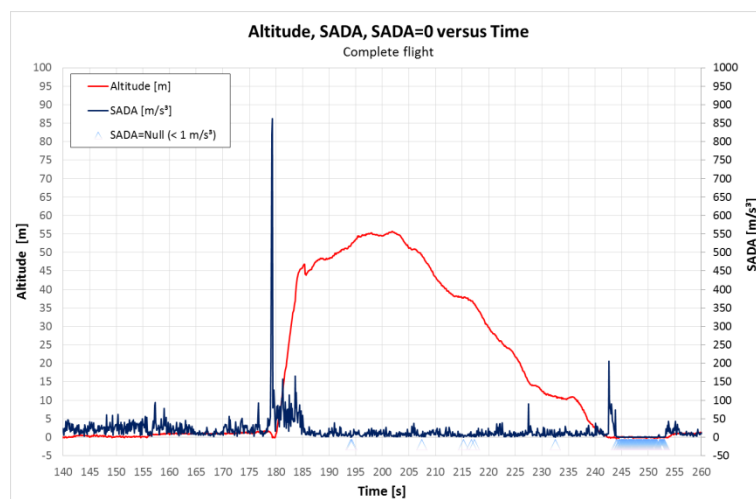
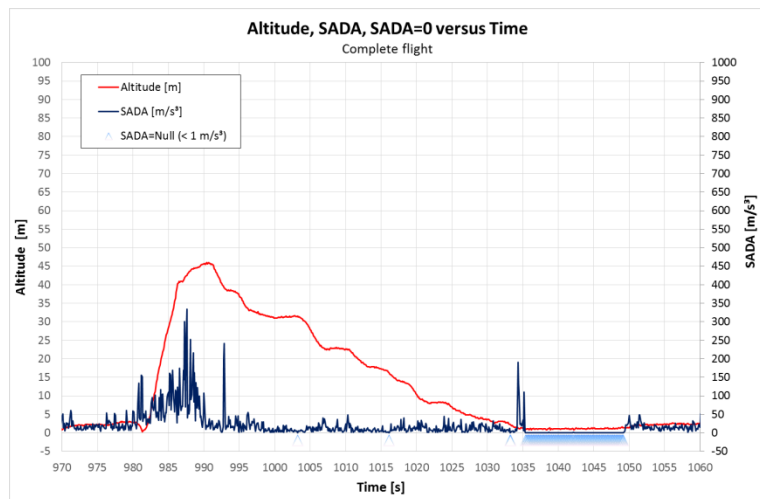
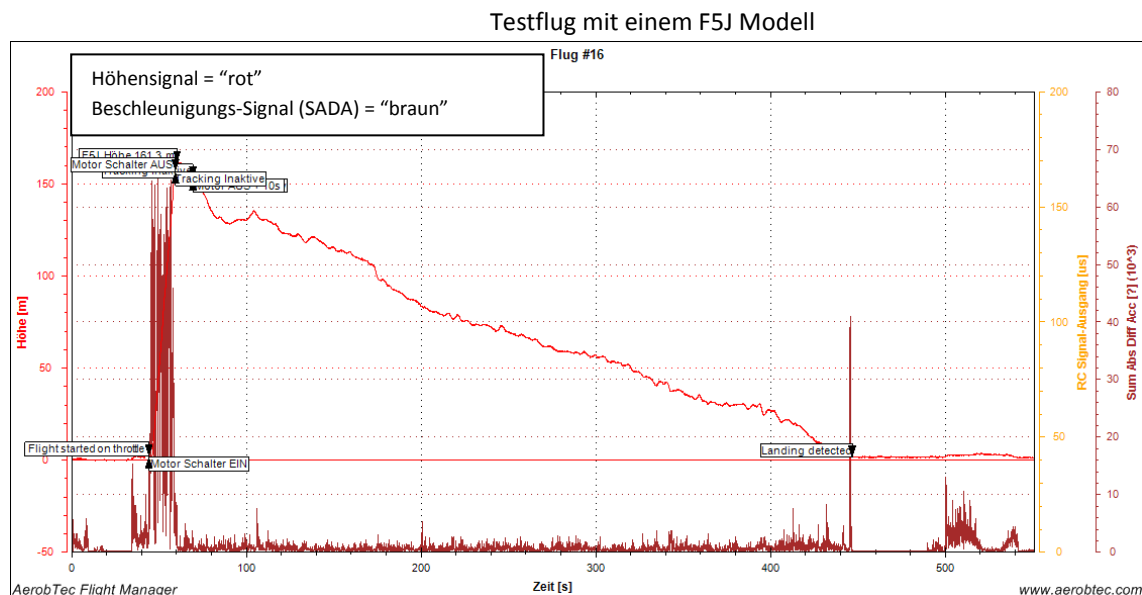

Abb.02
Abb.03
Abb.04
In den **Abb.02** und **Abb.03** sind zwei komplette Flüge dargestellt.
Bei der **Abb.02** ist das SADA-Signal (Summenbeschleunigung aller drei Achsen) beim Starten des Modells sehr stark ausgeprägt; dies ist im Regelfall gegeben, aber es können vereinzelt auch Fälle auftreten, bei denen es keine eindeutige Überhöhung des SADA-Signals gibt (siehe **Abb.03**), aus dem der Start des Modells abgeleitet werden könnte.
**Abb.04** zeigt den gesamten Flug. Die SADA-Signale sind während des Flugs immer ausreichend hoch, sodass hier nur sporadisch Null-Signale auftreten, die mit Sicherheit nicht als Landung interpretiert werden können. (siehe auch Abb.02 und Abb.03)